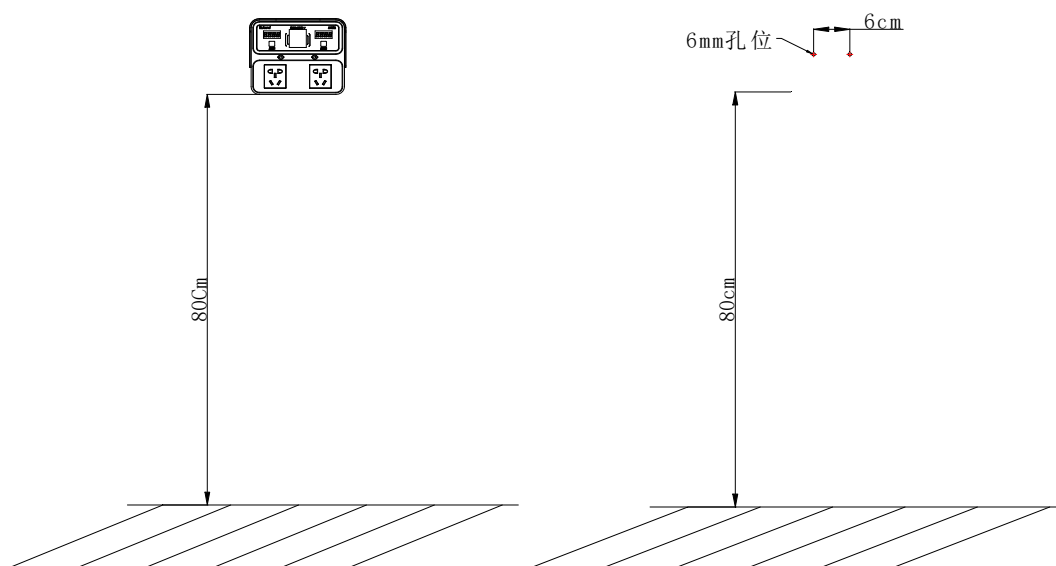

图 17
(2) 设备安装位置距离地面约为 80CM 高, 用记号笔把设备的 2 个固定孔画好, 固定孔间距为 6cm, 如图 17 所示。